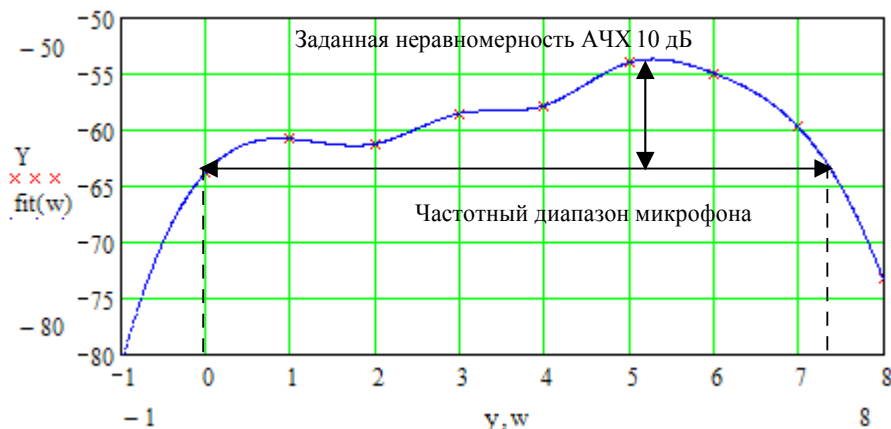

Рис.7.8. Измеренная АЧХ микрофона
5.5.4. Скопируйте график рассчитанной частотной характеристики микрофона (рис.7.8) в файл вашего отчета.